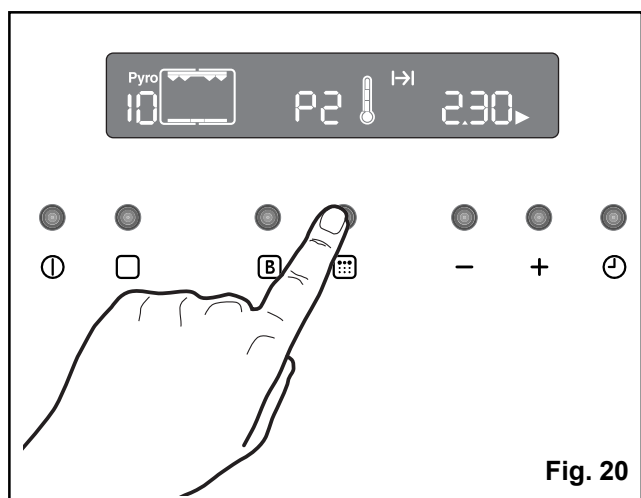

Fig. 20
5. Pour confirmer la fonction pyrolytique que vous désirez, appuyez sur la touche , l'indication "Pyro" s'arrête de clignoter, l'éclairage du four s'éteint et le cycle de nettoyage démarre (Fig. 20).